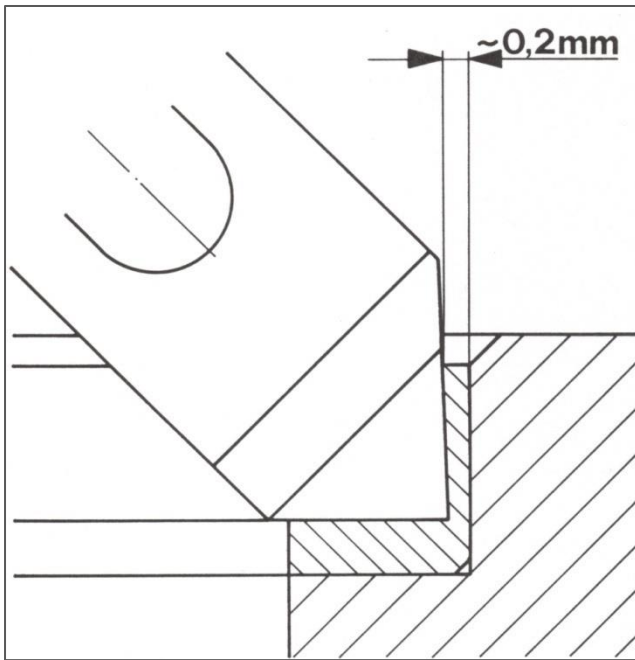

Fig. 32
3. El Viejo anillo de inserción de asiento de válvula se puede quitar en una operación rápida y fácil. La herramienta debe ajustarse con el fin de tener una pared de 0,2mm restante que se puede quitar fácilmente con la mano. Fig. 32